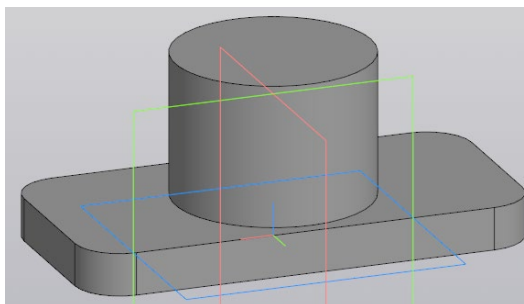

Рисунок 5 – Результат выдавливания второго эскиза
1.5 Выдавите эскиз на высоту 25 мм (рис. 5).